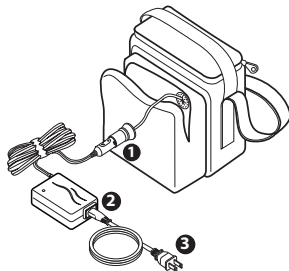

図1：バッテリーの充電
1. 充電器の車輛アダプタの端を、キャリーケースの前方ポーチの中にあるバッテリーパック・ソケットに接続します。図1参照。